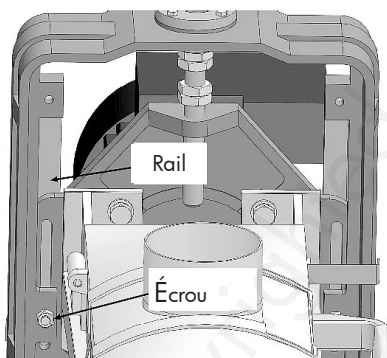

Fig. 28 : Desserrez les rails de guidage
2. Desserrez les écrous de blocage sur les deux guides (figure 28).